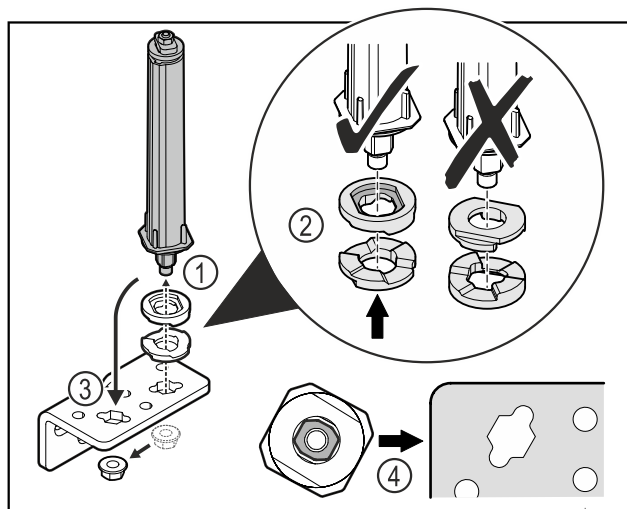

Fig. 33
- ▶ Løsn møtrikken, og fjern dørlukkesystemet Fig. 33 (1).
- ▶ Vær opmærksom på, at højdeindstillingskiverne vender korrekt Fig. 33 (2).
- ▶ Flyt lukkesystemet i hængselvinklen, og fastgør med møtrikken Fig. 33 (3).
- ▶ Vær opmærksom på, at dørlukkesystemet vender korrekt, når det sættes i Fig. 33 (4).